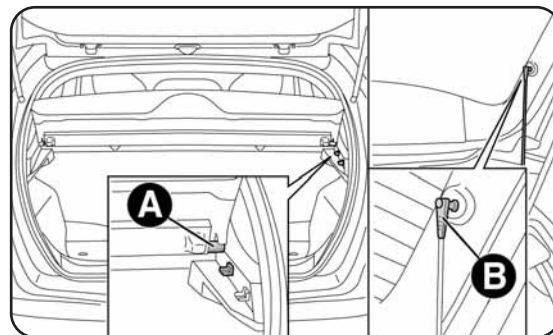

fig. 61
- svincolare gli agganci A-fig. 61 (uno per lato);
- sganciare gli attacchi B-fig. 61, ruotare la cappelliera a 90° quindi sfilarla verso l'esterno.